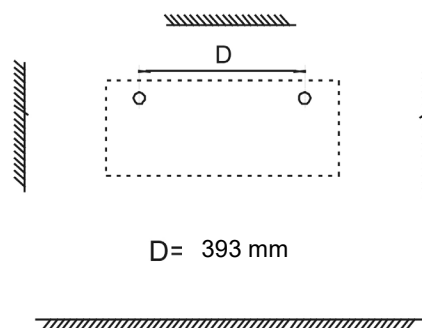

Figura 2
2. Fare due buchi adatti della dimensione del Fisher Ø 8 mm nel muro. (figura 2) – D= 393 mm